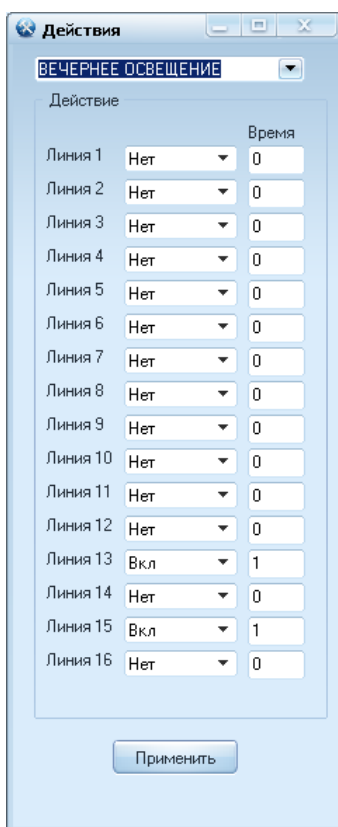

Рисунок 6. Настройка действий.
- Для изменения настроек действий при управлении освещением необходимо нажать на кнопку «Действия» (см. рис.6).